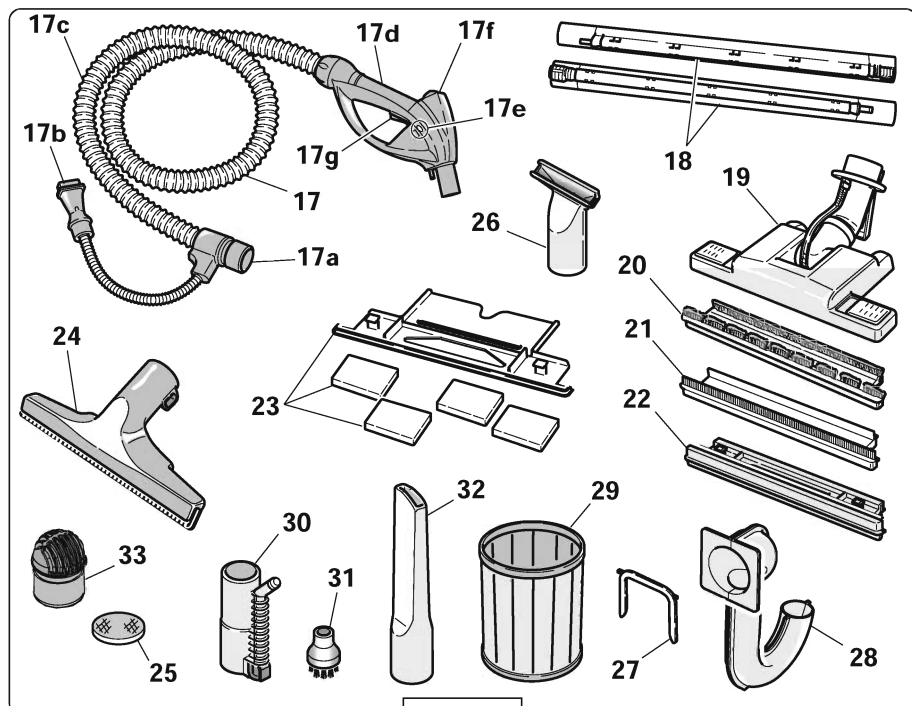

Fig. 02
Accessori disponibili (fig. 02):
TELAIO CON SETOLE (fig. 02 - pos.20) - Utilizzare questo accessorio con la Spazzola Universale, per aspirare superfici piane come pavimenti in marmo, ceramiche, etc.
TELAIO CON GOMMA PER LIQUIDI (fig. 02 - pos. 21) - Utilizzare questo accessorio con la Spazzola Universale, per aspirare liquidi su superfici piane.
TELAIO CON PATTINI PER TAPPETI (fig. 02 - pos. 22) - Utilizzare questo accessorio con la Spazzola Universale, per pulire passatoie, zerbini, tappeti.
TELAIO CON FELTRI IN LANA PER PARQUET (fig. 02 - pos. 23) - Utilizzare questo accessorio con la Spazzola Universale, per aspirare su superfici piane e delicate quali parquet.
TERGIVETRO (fig. 02 - pos. 24) - Adatto per pulire le superfici in vetro (specchi, finestre, etc.).
BOCCHETTA PICCOLA (fig. 02 - pos. 26) - Utilizzare questo accessorio con il portaccessori universale per la pulizia di materassi, divani, cuscini, etc.
FORCELLA TENUTA SIFONE FILTRO AD ACQUA (fig. 02 - pos. 27) - La forcella serve a bloccare nella propria sede il sifone filtro ad acqua.
SIFONE FILTRO AD ACQUA (fig. 02 - pos. 28) - Grazie al foro nella parte inferiore, miscela lo sporco aspirato con l'acqua presente nella vasca di raccolta, facendo da filtro naturale (effetto Venturi).
FILTRO USCITA ARIA (fig. 02 - pos. 25) - Per una maggior efficienza, si consiglia di tenerlo sempre pulito: basta toglierlo dal tappo, lavarlo sotto acqua corrente e lasciarlo asciugare prima di riposizionarlo nel tappo soffiatore.
PORTACCESSORI UNIVERSALE (fig. 02 - pos. 30) - Questo accessorio serve per collegare la lancia o la bocchetta piccola.
FILTRO IN RETE (fig. 02 - pos. 29) - L'utilizzo di questo filtro è indispensabile per aspirare sia sporco liquido che sporco secco/solido (unitamente al sifone filtro acqua e con l'aggiunta di circa 2 l. d'acqua nella vasca).
LANCIA (fig. 02 - pos. 32) - Ideale per raggiungere i punti più difficili come angoli, caloriferi. Utilizzare questo accessorio con il portaccessori universale.
SPAZZOLINO CON SETOLE IN NYLON (fig. 02 - pos. 31) - Utilizzare questo accessorio con il portaccessori universale per avere una maggior forza abrasiva nella pulizia (es. per pulire le fughe delle piastrelle, fornelli).
ATTENZIONE: Occorre sempre utilizzare il filtro in rete (fig. 02 - pos. 29).